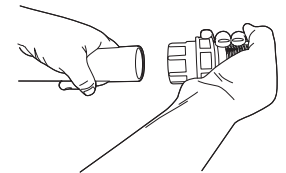

Figura 4.
4. Coloca una Pichanca en el extremo de la tubería que quedará al menos a 10 cm del fondo de la cisterna (ver Figura 4).